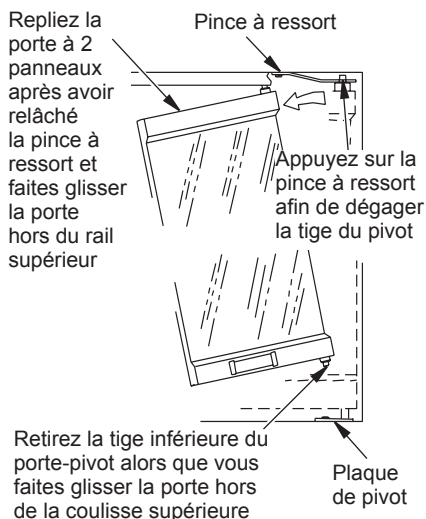

Figure 35 - Retrait des portes vitrées
2. Repliez l'assemblage du cadre et faites glisser le bord supérieur vers le centre de l'ouverture de la chambre de combustion jusqu'à ce que les tiges guides soient dégagées du rail du cadre (voir figure 35).